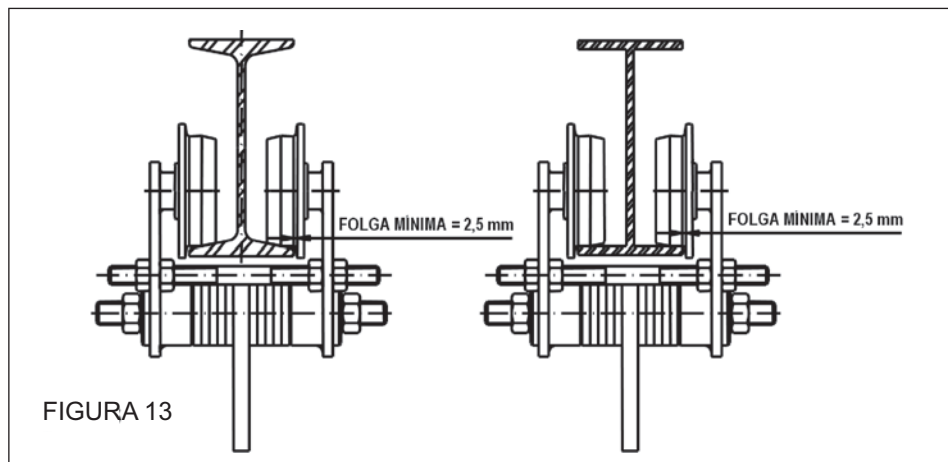

FIGURA 13
- **Regulagem do Trole na Viga I:** Na regulagem do trole na viga, deve-se deixar uma folga mínima de 2,5 mm entre a aba da roda e a viga I, conforme mostra a figura 13. Verificar o alinhamento das rodas medindo a abertura nas duas extremidades das laterais.